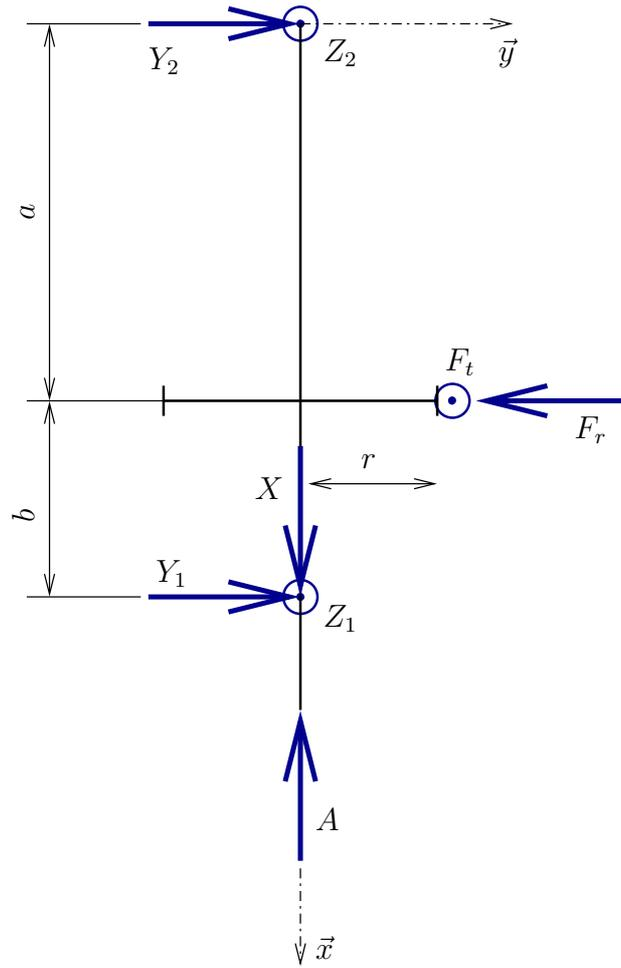

FIG. 3 – Modélisation de certains efforts sur l'axe du mandrin.
4) La FIG. 3 représente l'axe du mandrin et certains efforts qu'il subit. L'action de la pesanteur est négligée.